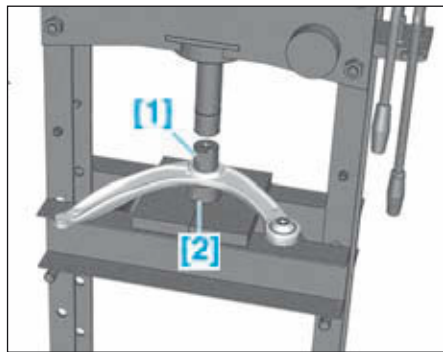

FIG.23
- Mettre en place les outils [1] et [2] sur l'articulation élastique et l'extraire à l'aide d'une presse (Fig.23).